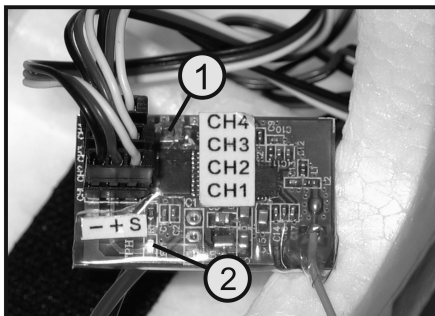

Figure 16
→ Immédiatement après l'activation le récepteur tente de recevoir un signal valide de l'émetteur. Si l'émetteur n'est pas allumé ou n'est pas appairé au récepteur, la DEL du récepteur s'éteint peu de temps après (voir figure 16, pos. 2). Lorsqu'un récepteur est appairé correctement la DEL s'allume en permanence si un signal émetteur valide est reçu.